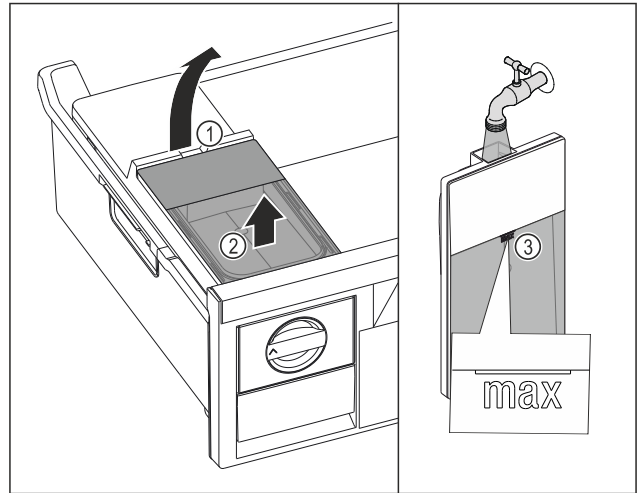

Fig. 69
- Nádržku na vodu nadvihnite za vybranie Fig. 69 (1).
- Nádržku na vodu odoberte nahor. Fig. 69 (2)
- Nádržku na vodu naplňte pitnou vodou po značku Fig. 69 (3).